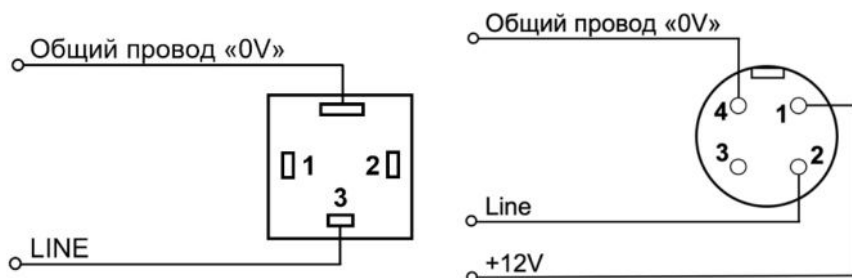

Рис.9. Схема «распайки» кабеля (вид со стороны «распайки» розетки) для подключения ДВ2ТСМ-1Т-1П-В (слева) и ДВ2ТСМ-Г (справа).
6.5. Схема распейки кабеля для преобразователей ДВ2ТСМ-1Т-1П-В приведена на рис. 9.